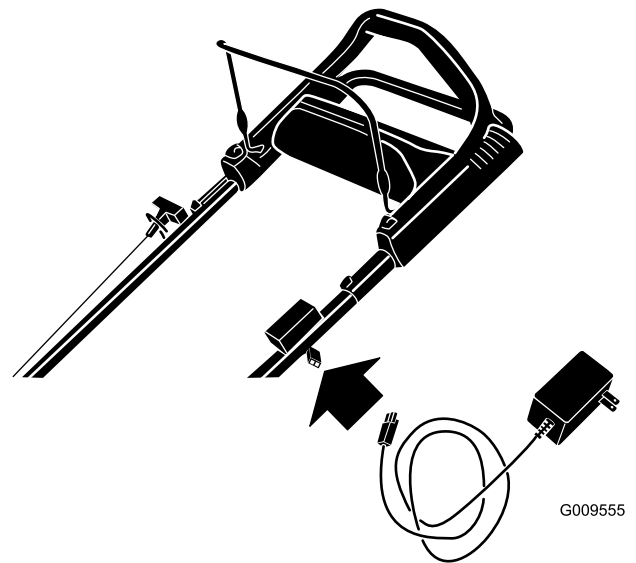

Bild 39
1. Schließen Sie das Ladegerät an den Kabelbaum des Rasenmähers an, der sich unter dem Zündschloss befindet (Bild 39).